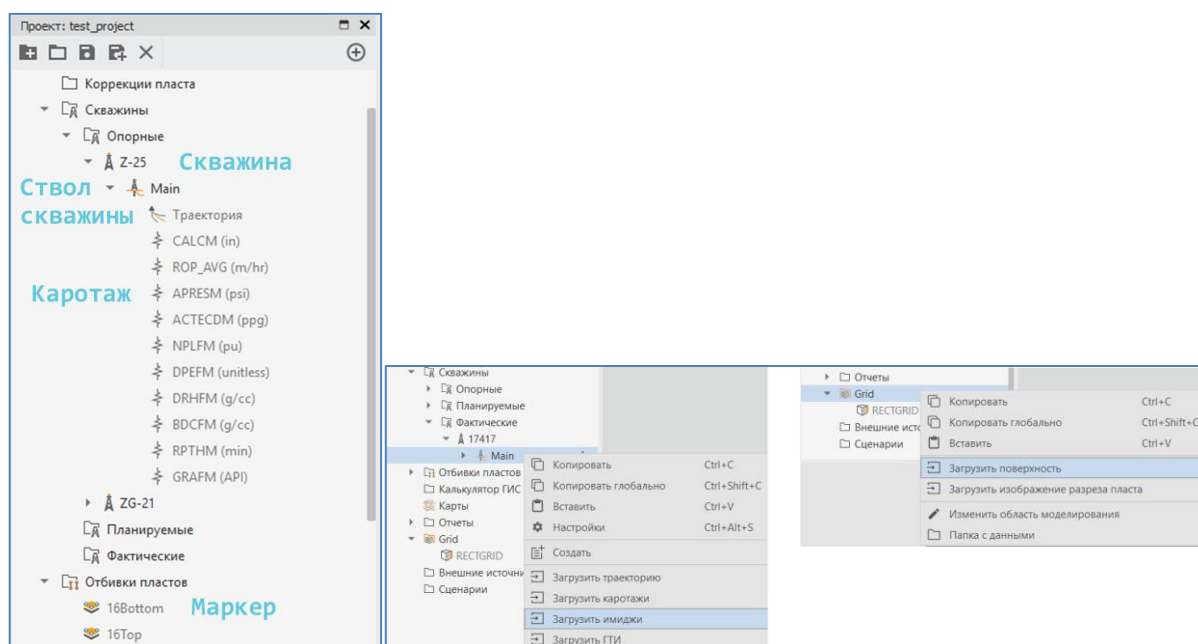

Рисунок 3. Загрузка имиджей и структурной поверхности
- 4) Нажмите на кнопку ОК. В результате в дереве проекта создается объект геонавигации с заданными настройками и загруженными данными. Данные по скважинам располагаются в соответствующих папках «Опорные», «Планируемые» и «Фактические», данные по маркерам – в папке «Отбивки пластов». (Рисунок 3)
- 5) Имиджи, структурную поверхность и другие дополнительные данные можно загрузить в дерево проекта через контекстное меню объекта в дереве. (Рисунок 3)